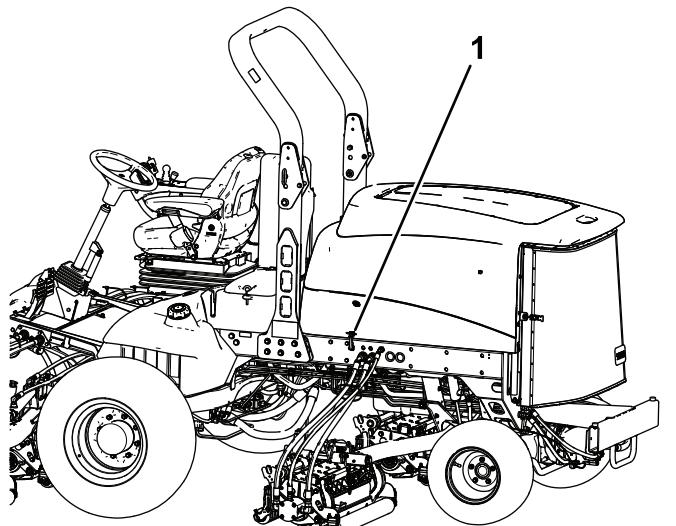

Bild 22
1. Haken Sie den Motorhaubenriegel aus der Motorhaubenriegelhalterung aus (Bild 22).